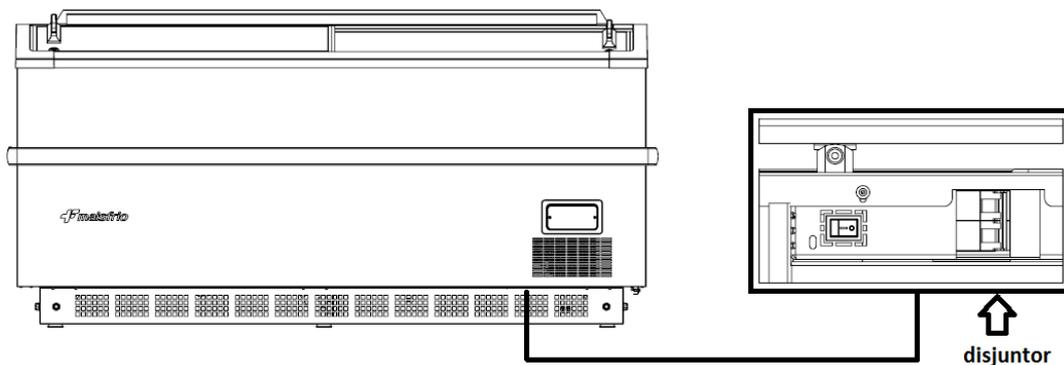

Figura 3: Localização do disjuntor
- 6 - As ilhas MFIJ possuem disjuntor localizado na região inferior direita, conforme figura 3.